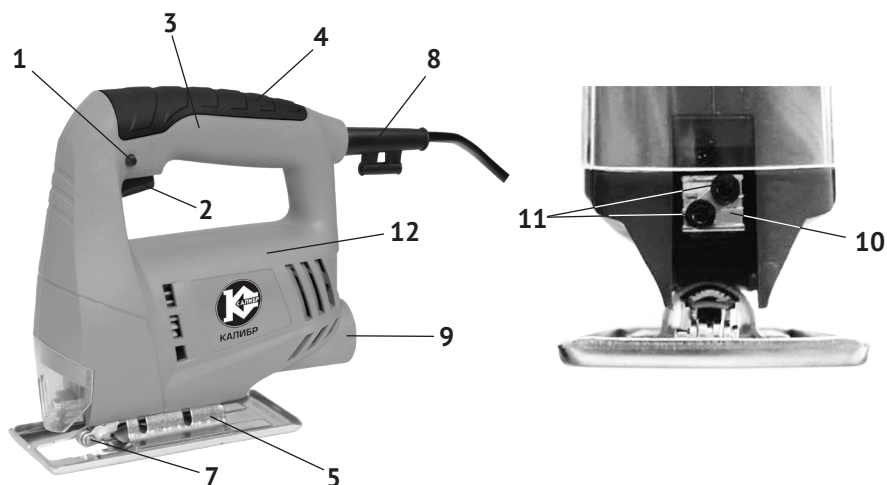

рис. 1
1.6 Общий вид лобзика представлен на рис.1
1.7 Коллекторный двигатель и приводной механизм лобзика расположены в пластиковом корпусе (рис.1 поз.12). Корпус, состоящий из двух половин (правой и левой), выполнен заодно с рукояткой (рис.1 поз.3), расположенной сверху. Крутящий момент с якоря электродвигателя, посредством встроенного механизма преобразуется в возвратно-поступательное движение верхней направляющей штока. На нижней направляющей штока расположен пилкодержатель (рис.1 поз.10), в который крепится пилка.
В нижней части опорной плиты (рис.1 поз.5) находятся два винта (головка - внутренний шестигранник). Ослабив эти винты, устанавливается боковой наклон корпуса лобзика относительно плиты (до 45° вправо или влево).
1.8 Клавиша выключателя (рис.1 поз.2) расположена в нижней части рукоятки. Включение лобзика осуществляется нажатием на клавишу выключателя указательным пальцем. Фиксация клавиши в рабочем положении, осуществляется кнопкой (рис.1 поз.1), расположенной слева на рукоятке. При повторном нажатии на клавишу, кнопка фиксации и клавиша (со щелчком) возвращается в исходное положение - выключено.
Пилки в пилкодержателе (рис.1 поз.10) крепятся двумя винтами (рис.1 поз.11) с шестигранной головкой.
- ослабить шестигранным ключом (входит в комплект поставки) два винта, через вертикальные прорезы в защитном кожухе (рис.1 поз.6), с торца лобзика;
- вставить пилку (зубцами вперёд), так чтобы задняя часть полотна попала в паз направляющего ролика (рис.1 поз.7);
- для удаления пыли из зоны резания используйте пылесос, присоединив его к патрубку пылеотвода (рис.1 поз.9), через переходник из комплекта поставки;
- ослабить два винта крепления опорной плиты (рис.1 поз.5) к корпусу (рис.1 поз.12) шестигранным ключом;